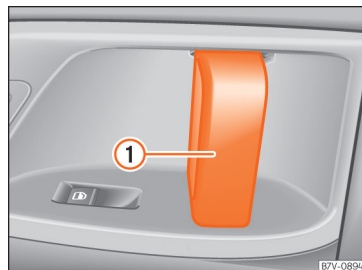

Abb. 98 An der Schiebetür: Türgriff **1**.
- Bei entriegelter Schiebetür den Türinnengriff ziehen und Schiebetür vollständig aufschieben » » » **Abb. 98 1**.